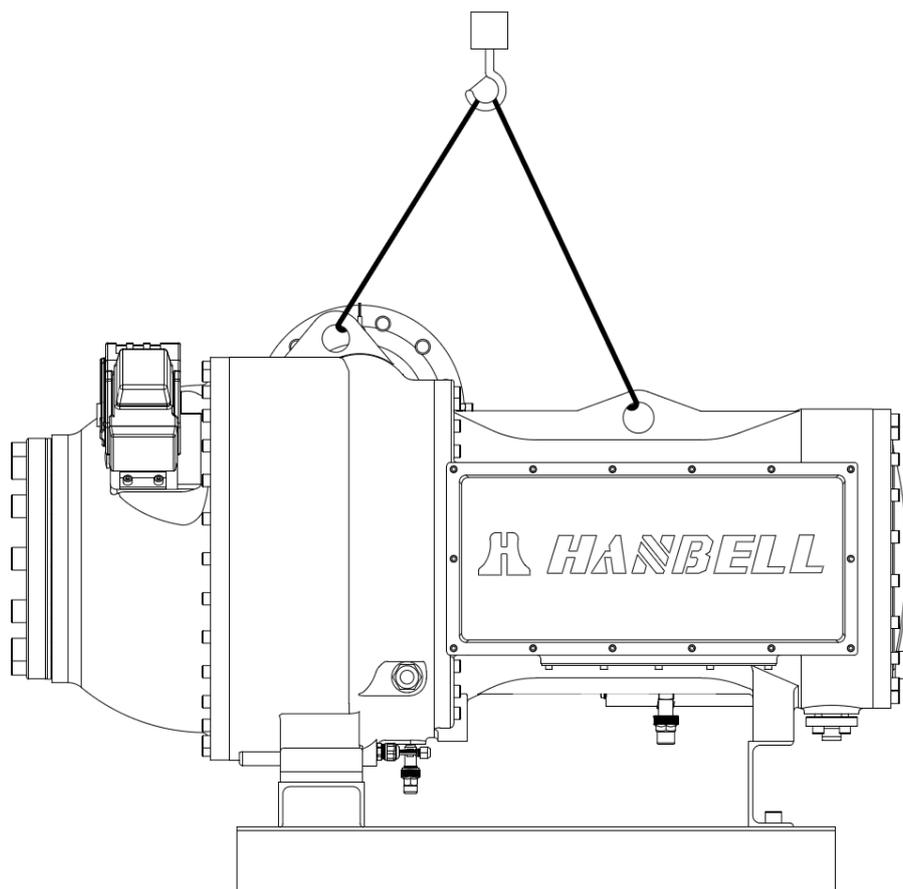

图 6.1 钢索吊装压缩机
1. 吊装压缩机时, 建议使用下图 6.1 所示的钢索或是可承受 2,500kg 荷重的吊带来搬运机器。